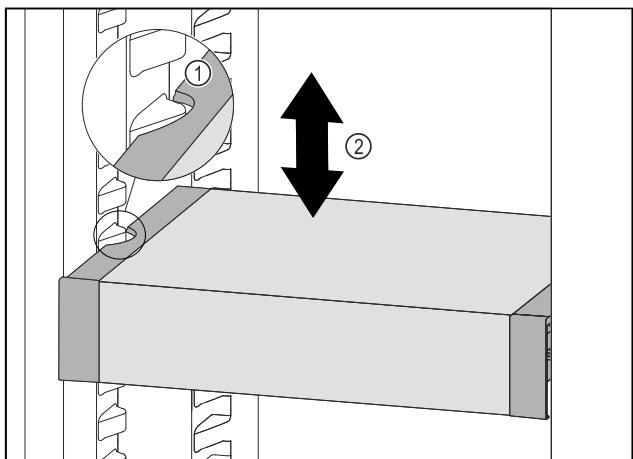

Fig. 60
- Táhněte VarioSafe dopředu, dokud nebudou boční vybrání VarioSafe na úrovni žebrování na nádoby v chladničce. Fig. 60 (1)
- Posouvejte VarioSafe v chladničce nahoru nebo dolů, dokud nedosáhnete požadované výšky. Fig. 60 (2)